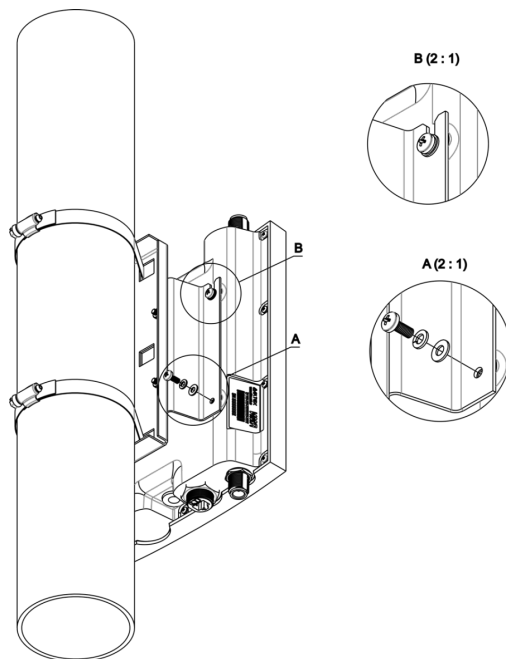

Рисунок 10 – Крепление устройства на трубостойке
- a) Установите устройство на незакрученные верхние винты кронштейна, который прикреплен к трубостойке, рисунок 10.
- b) В нижние отверстия крепления установите винты, рисунок 10.